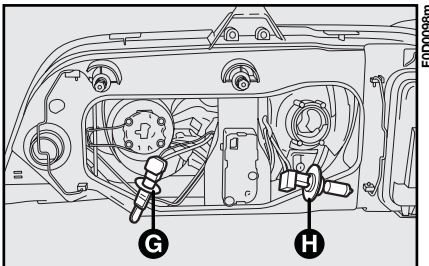

Abb. 14
5) Aushakung der beiden Befestigungsfedern **D** oder **F**, **Abb. 14** und Auszug der Lampe **G** oder **H**, **Abb. 14**.